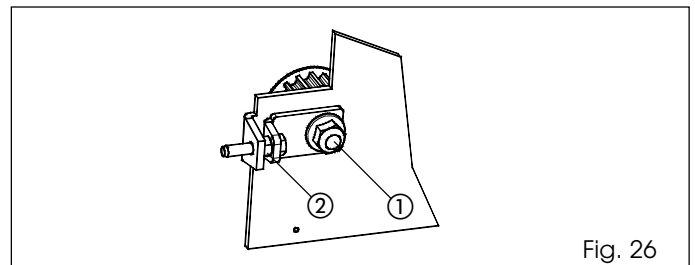

Fig. 26
- Afloje la tuerca (fig. 26 ref. ①).
- Atornille la tuerca de la fig. 26 ref. ② para tensar la correa o destornille dicha tuerca para aflojarla.
- Una vez regulado el tensado de la correa, apriete la tuerca de la fig. 26 ref. ①.